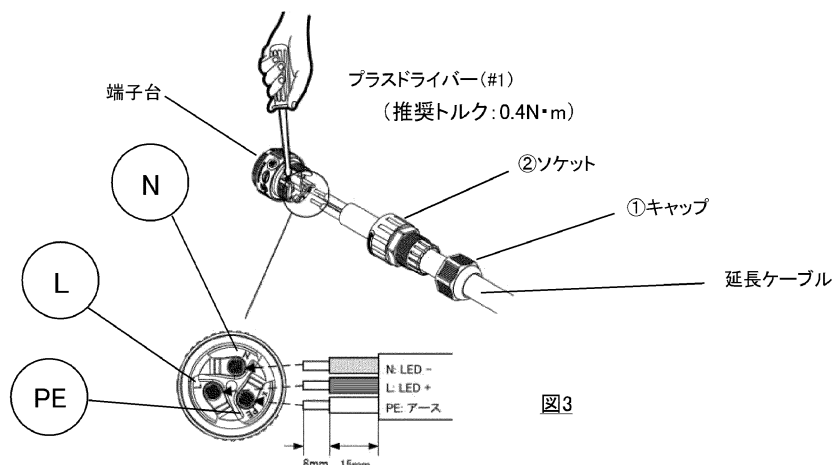

図3
- 1) 本体に同梱されている防水コネクタを①キャップ、②ソケットの順でそれぞれ回して取り外してください。
- 2) ①キャップ②ソケットの順にそれらを延長ケーブルへ挿入し、図3のように端子台に配線してください。その際端子台の配線(極性)に注意してください。延長ケーブルの反対側も同様に防水コネクタを配線してください。